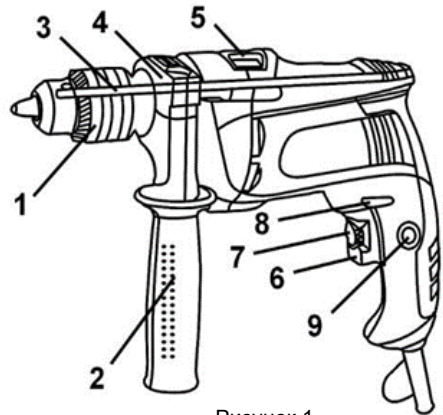

Рисунок 1
**4.2** Виберіть необхідний режим роботи виробу за допомогою перемикача (5) (див. рисунок 1). Перемикання режимів роботи виробу здійснюється переведенням перемикача (5) (див. мал.1) з одного крайнього положення в інше в сторону відповідного символу режиму роботи:
- ударно-обертальний режим - перемикач (5) повинен бути переведеним до упору убік символу **T**;
- обертальний режим - перемикач (5) повинен бути переведеним до упору убік символу